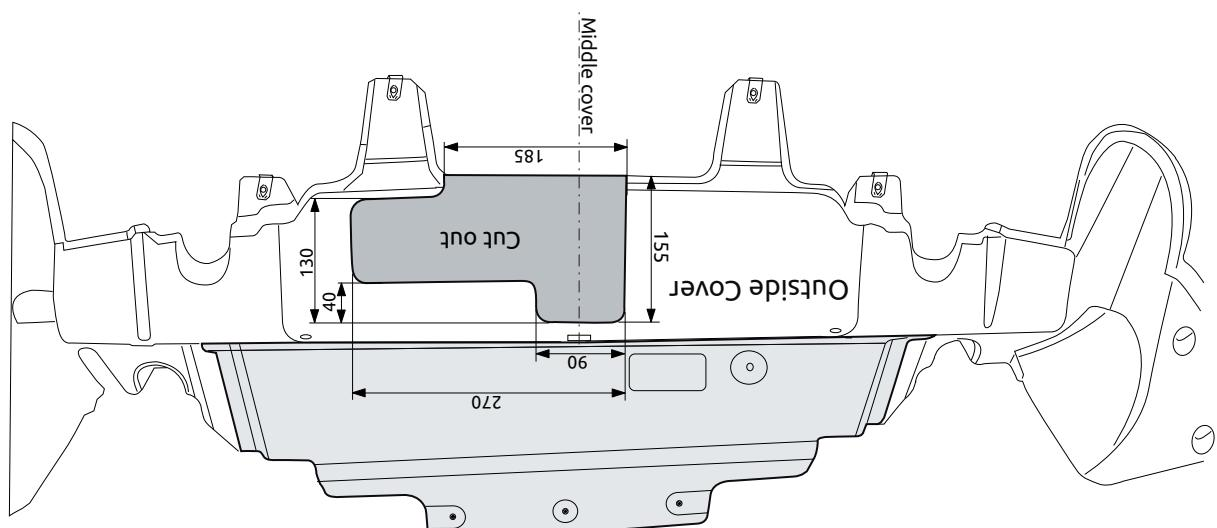

Fig. 4
13. Saw a portion out of the cover plate as shown in figure 4.
13. Gemäß Abb. 4 einen Teil aus der Abdækplate herausssägen.
13. Scier une partie de la plaque de protection conformément à la figure 4.